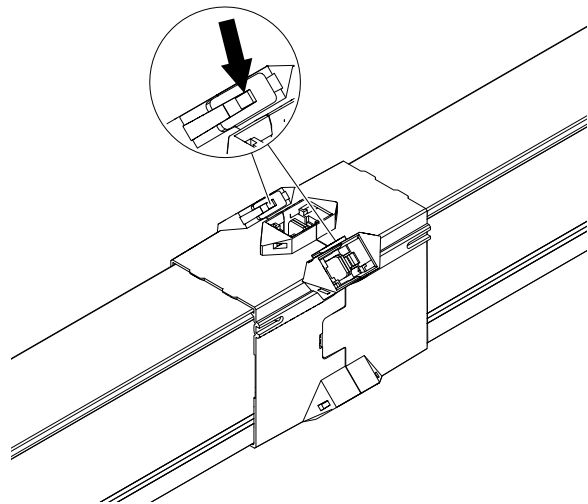

Abb. 129: Schmale Klips lösen
- Schmale Klips im oberen Bereich lösen (siehe Abb. 129)